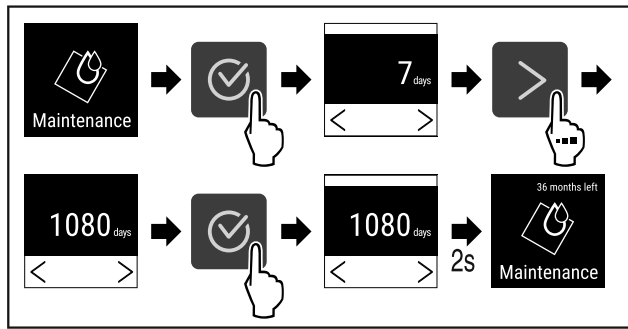

Fig. 74
- ▶ Suivre les étapes (voir Fig. 74) .